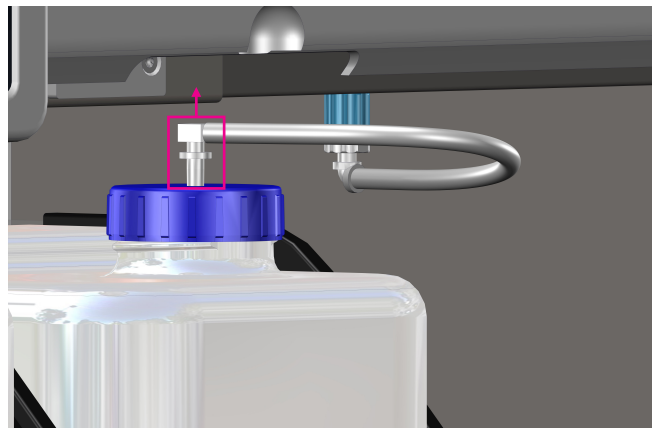

Figura 62
4. Desconecte o conector LUER da tampa de rosca do frasco de iWASH PRO (Figura 62).